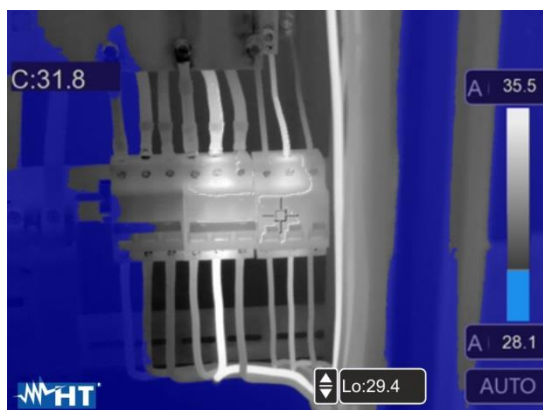

Fig. 38: Selección isoterma Alarm low Temp
7. Toque el rango “Lo” en la parte inferior del visualizador y utilice las teclas flecha ▲ o ▼ para configurar el valor del umbral de temperatura mínima por debajo de la cual el instrumento muestra los puntos de la imagen en color azul y en gris los restantes puntos (ver la Fig. 38)